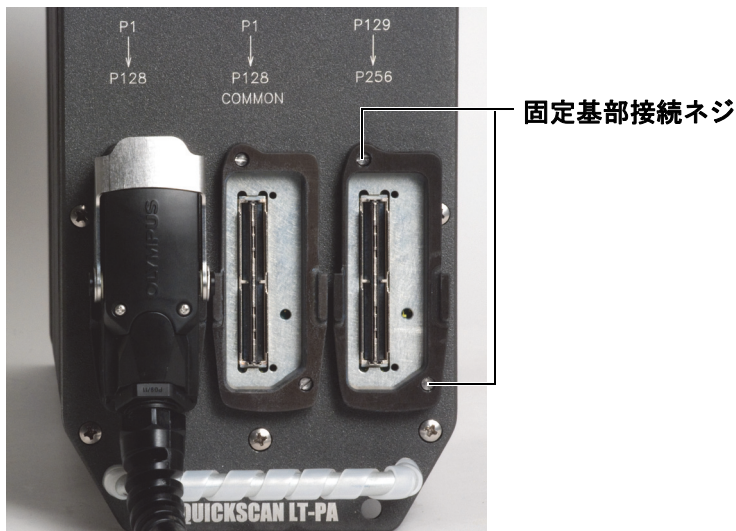

図 A-2 フェイズドアレイー接続ネジ
2. マイナスのスクレュードライバを使って、本体に固定基部をネジで取り付けます（76 ページ図 A-2 参照）。
- ・ マイナスのスクレュードライバを使って、固定基部の2つのネジを取り外します（76 ページ図 A-2 参照）。